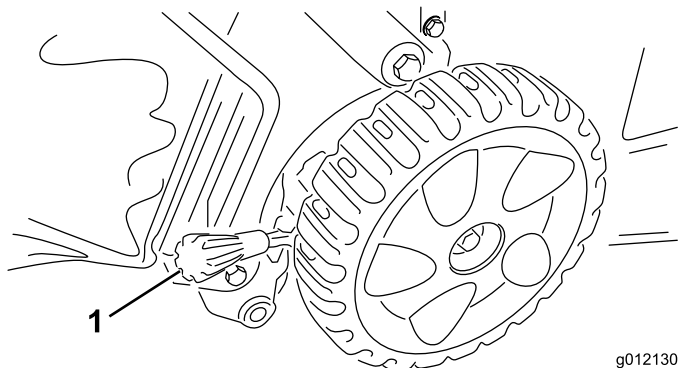

Figure 10
**Remarque:** Pour élever la machine, déplacez les deux leviers de hauteur de coupe en avant ; pour abaisser la machine, ramenez les leviers en arrière (Figure 10).